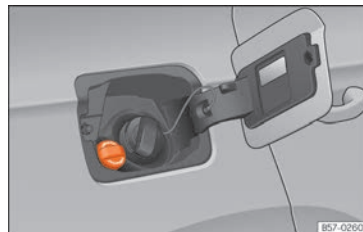

Fig. 198 Bouchon de la goulotte de remplissage du réservoir d'additif AdBlue.
- Ouvrez la trappe à carburant »» fig. 198.
- Dévissez le bouchon de l'orifice de remplissage de SCR »» fig. 198.